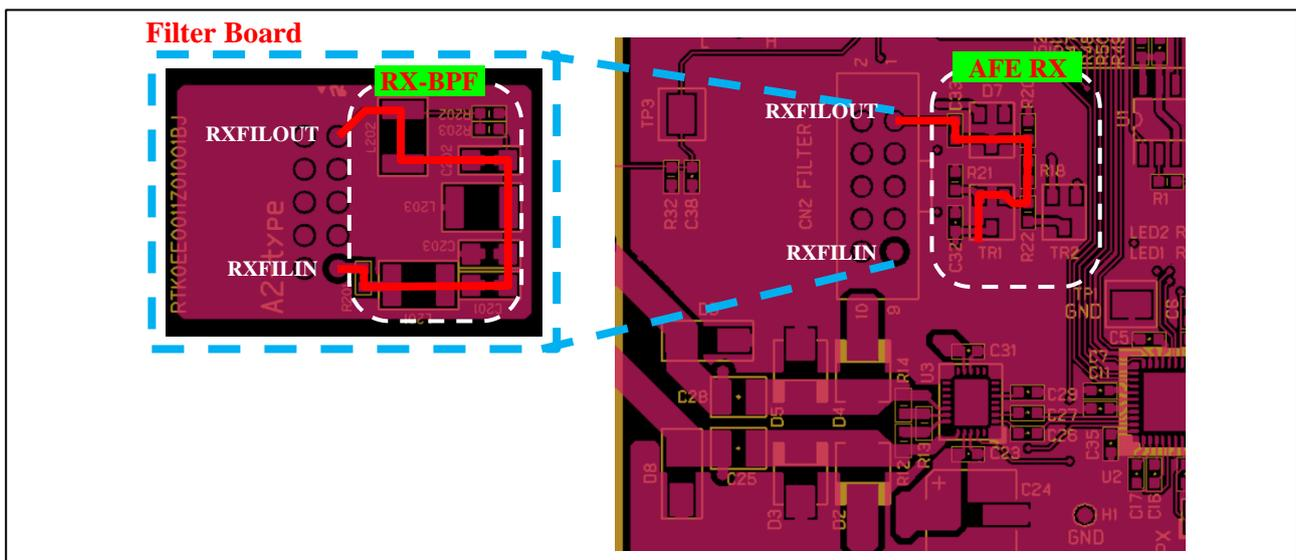
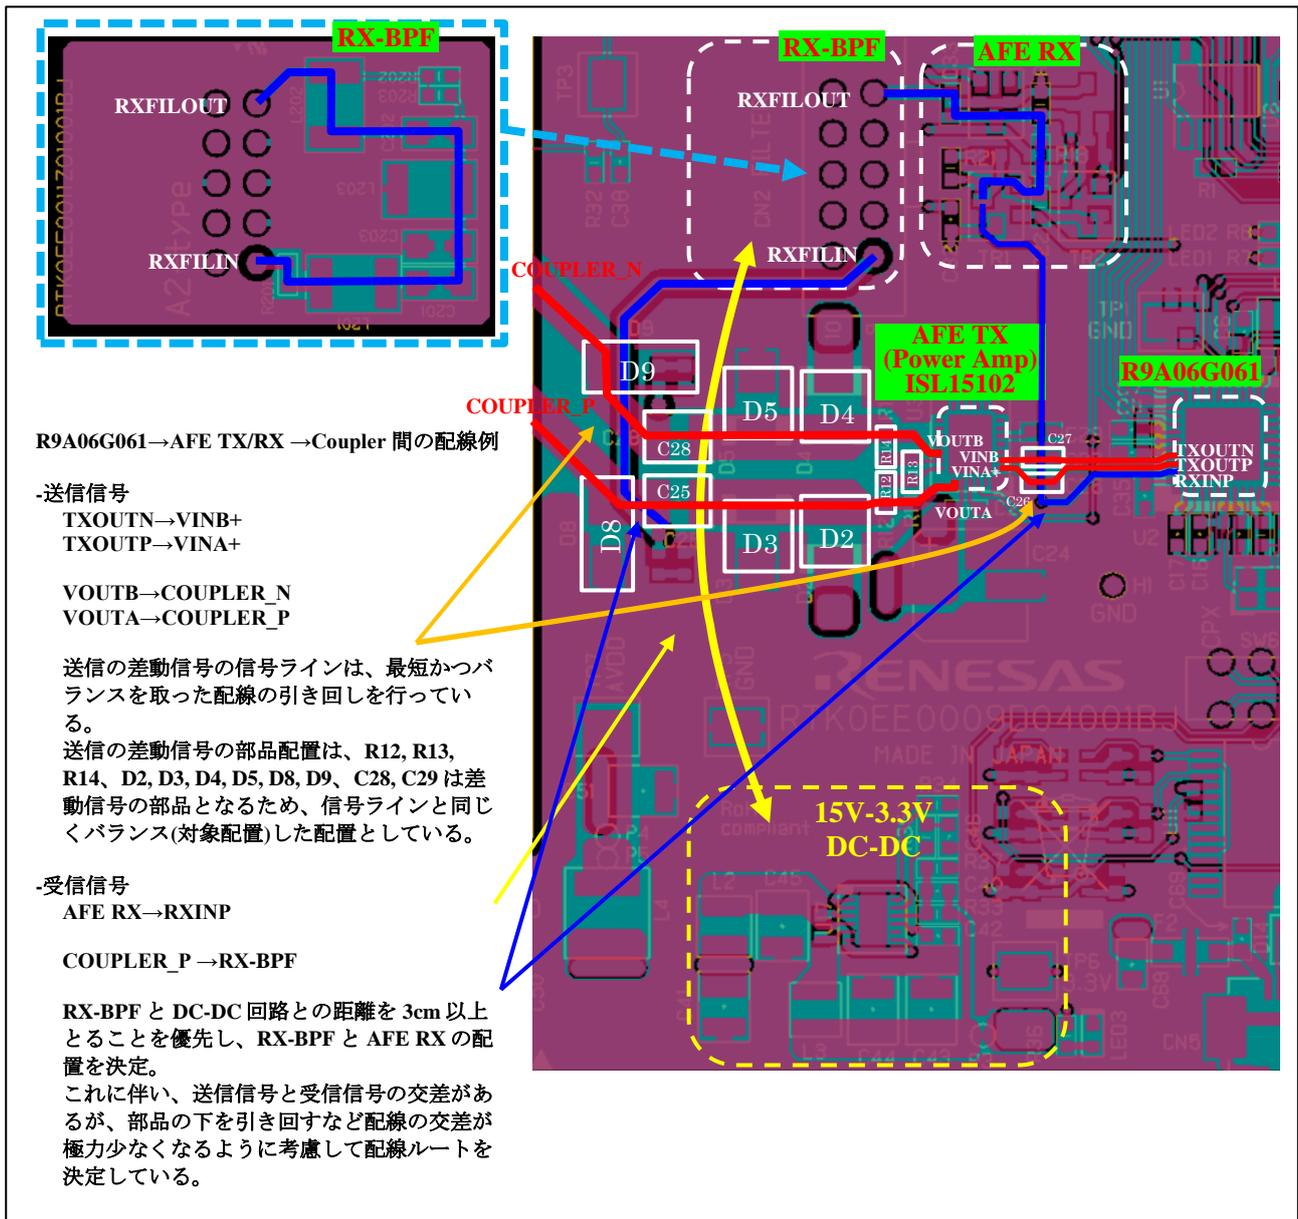

Figure 2-5 RX-BPF の配置例
Figure 2-8 R9A06G061 → AFE TX (ISL15102) / RX → Coupler 間の送信・受信信号ラインの引き回し例
- RX-BPF は、特にノイズを受け易い為、部品はバラバラに配置せず極力配線を短くして 1 か所にまとめて、電源回路と 3cm 以上距離を離してください。距離が 3cm 以上確保できない場合は電源回路を裏面 (RX-BPF と別層) へ配置してください。(例を Figure 2-5, Figure 2-8, Figure 3-3 に示します)
- R9A06G061→AFE TX(ISL15102)→PLC Coupler 間の送信信号ラインは、差動信号となる為、可能な限り最短かつバランスを考慮した部品配置及び配線にしてください。(接続例を Figure 2-8 に示します)
- PLC Coupler →AFE RX→R9A06G061 間の受信信号ラインは可能な限り最短の配線にしてください。但し、電源回路との干渉のリスクがある場合は、電源回路と距離を優先してください。(接続例を Figure 2-8 に示します)